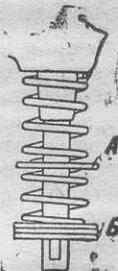

Рис. 137.
Вследствие уменьшения под влиянием перегрева напряжения пружин клапанов клапаны возвращаются на свои сиденья с некоторым запаздыванием, что вызывает дребезжащие звуки в двигателе. Лучше всего конечно в таком случае поставить новые пружины. Если это невозможно—можно увеличить напряжение пружины различными способами. Так например можно увеличить расстояние между отдельными витками пружины, раздвигая их при помощи отвертки или какого-либо иного клинообразного инструмента. Можно поступить и иначе: сняв пружину с клапана, закрепить ее одним концом в тисках и вытягивать ее за другой конец, захватив его каким-либо подходящим и инструментом. Наконец можно еще установить между концом пружины и чекою в стержне клапана несколько шайб *Б* (рис. 137): этим достигается некоторое сжатие пружины
**Поломка пружины клапана.** При поломке в пути одной из пружин и при отсутствии запасной пружины можно продолжать пользоваться поломанной пружиной, проложив между обеими половинами пружины шайбу так, как это показано на рис. 137, А.